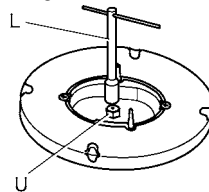

Fig. 8
- Com uma chave recta L desapertar o injetor U (ver fig. 8) e substituí-lo pelo correspondente.